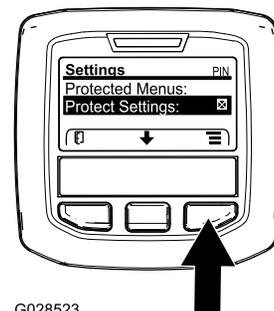

Figura 27
**Nota:** Si no hay una X en la casilla a la derecha de la opción Proteger configuración, los submenús L Boom (brazo izquierdo), C Boom (brazo central), R Boom (brazo derecho) y Reset Defaults (Restablecer ajustes predeterminados) no están bloqueados con el PIN (Figura 27).
**Nota:** Aparece una X en la casilla situada a la derecha de la opción Proteger configuración (Figura 27).